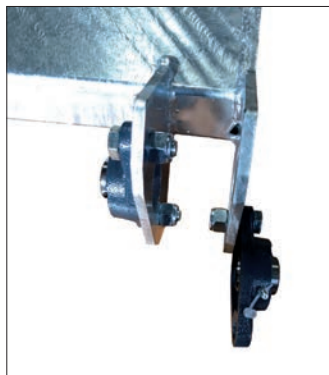

Fig. 1
- braccio di sostegno a muro che deve essere fissato alla parete per poi agganciarvi il supporto spazzola (fig. 1,2,3,4).